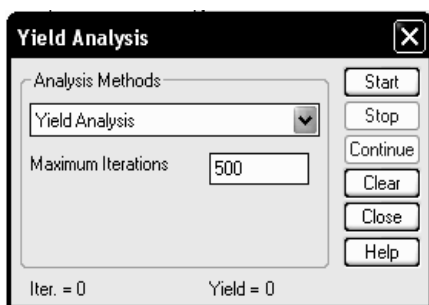

Рис. 1.71
6. Выполните статистический анализ, выбрав в меню команду **Simulate>Yield Analysis**. Откроется диалоговое окно **Yield Analysis** (рис. 1.71). В выпадающем списке **Analysis Methods** выберите **Yield Analysis**, в поле **Maximum Iteration** введите **500**. Нажмите **Start**. Во время выполнения статистического анализа в нижней части этого диалогового окна
Чтобы удалить из графика результаты статистического анализа, щёлкните по кнопке **Clear** в окне рис. 1.71. Или, если это окно уже закрыто, щёлкните по графику правой кнопкой мышки и выберите **Properties**. В открывшемся окне свойств графика на вкладке **Yield Data** снимите “галочку” в **Show traces**, нажмите **Apply** и **OK**.